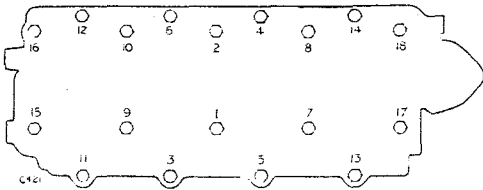

Fig. A-125—Orden a seguirse al apretar los pernos de la culata.
5. Apriétense los pernos de la culata de cilindros en el orden indicado por Fig. A-125. Los pernos de $\frac{1}{2}$ pulgada U.N.F., incluyendo aquellos que también sujetan los soportes de los balancines, se deben poner a la torsión de 8,9 Kg/m, mientras que los pernos de 5/16 de pulgada U.N.F. que sujetan los soportes de los balancines sólo se aprietan a 1,7 Kg/m.